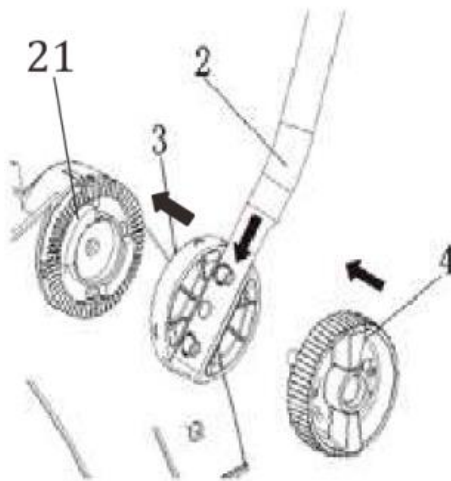

Рис. 2
1. Вставьте нижнюю часть рукоятки (2) в центральный регулятор (3). Затем установите наружный регулятор (4) со внешней стороны через отверстие в нижней рукоятке (2). Установите центральный регулятор (3) напротив внутреннего регулятора (21). Закрепите болтом наружного регулятора (4) к скарификатору. (Рис. 2)